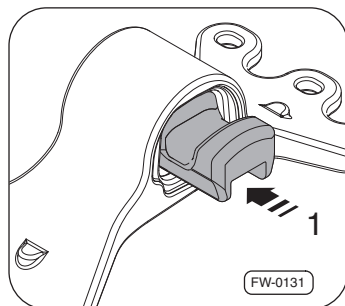

Рис. 42 · Установка резиновых демпферов
1. Вставьте новые резиновые демпферы ⇒рис. 42 сбоку в отверстия опорных подшипников –стрелка 1–, при этом следите за правильным положением.